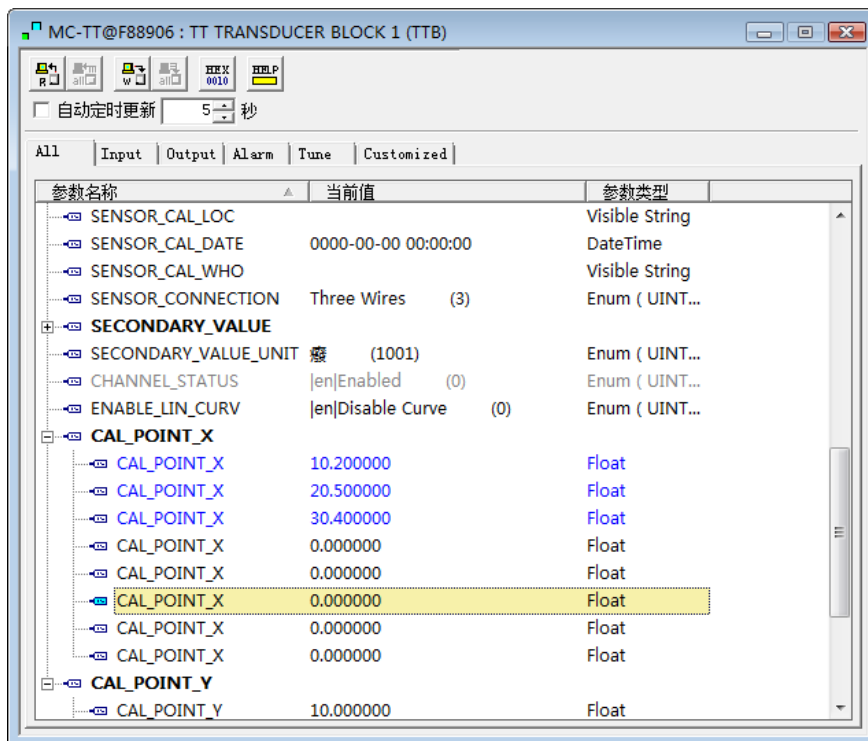

图 5.5 参数 CAL\_POINT\_X 的配置
- 2) 通过标准源输入标准信号，并在组态软件上打开相应的变换块，分别读取参数 PRIMARY\_VALUE 的值，将该值写入 CAL\_POINT\_X 数组。例如将读到的 10.2，20.5，30.4 分别写在 CAL\_POINT\_X 数组里，如图 5.5 所示。到此校准工作结束。